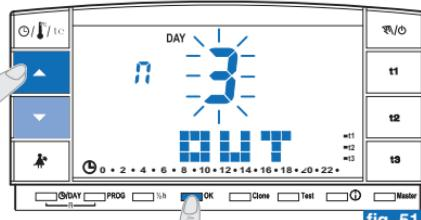

fig. 51
- En la pantalla aparece el mes actual parpadeando. Con las teclas **▲▼** configurar el mes en el que se desea activar el programa Holiday (salir de la vivienda); confirmar pulsando la tecla **OK** (fig. 51).